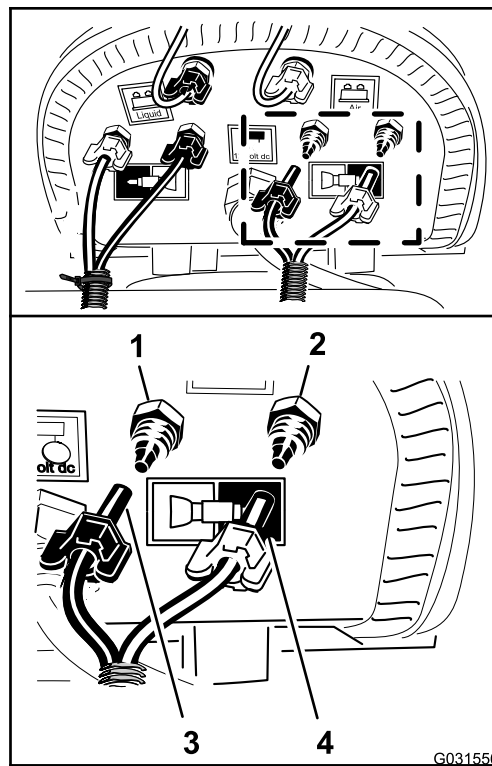

图 143
5. 连接无标记没有扎带管子将左喷洒段的蓝色管子与左喷洒段供水回路的压紧接头对齐图 143。
6. 将用于管子的压紧螺母安装到接头然后用手拧紧螺母图 143。
7. 将左喷洒段的透明管子与左喷洒段空气回路的压紧接头对齐图 143。
8. 将用于管子的压紧螺母安装到接头然后用手拧紧螺母图 143。